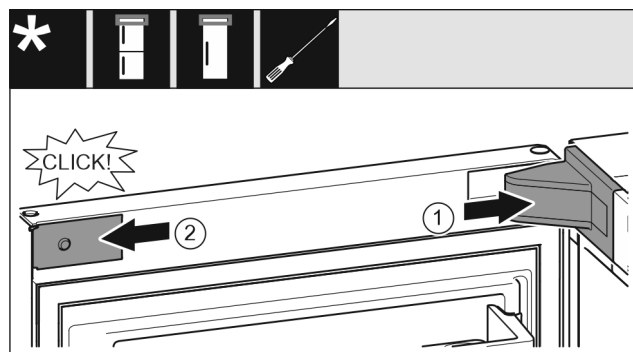

Fig. 25
► Lagerbockabdeckung Fig. 25 (1) aufsetzen und einrasten, ggf. vorsichtig auseinanderdrücken.
► Blende Fig. 25 (2) seitlich ansetzen und einrasten.